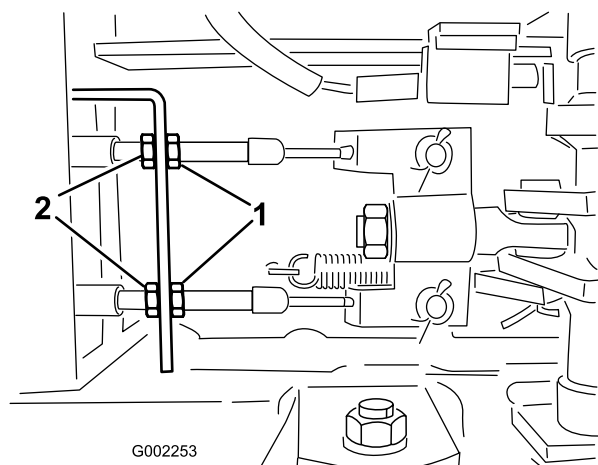

Figura 56
5. Desaperte as porcas dianteiras nos cabos dos travões por baixo da parte dianteira do carro de rega (Figura 56).
6. Aperte as porcas traseiras de forma idêntica até o pedal dos travões se deslocar entre 1 a 2 cm antes de se verificar qualquer resistência (Figura 56).